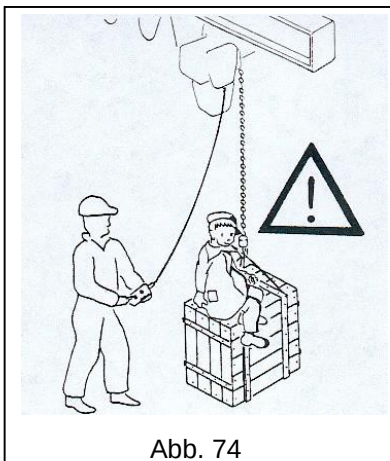

Abb. 74
- NIEMALS** den Auslegerkran zum Heben und Befördern von Personen verwenden (Abb. 74).